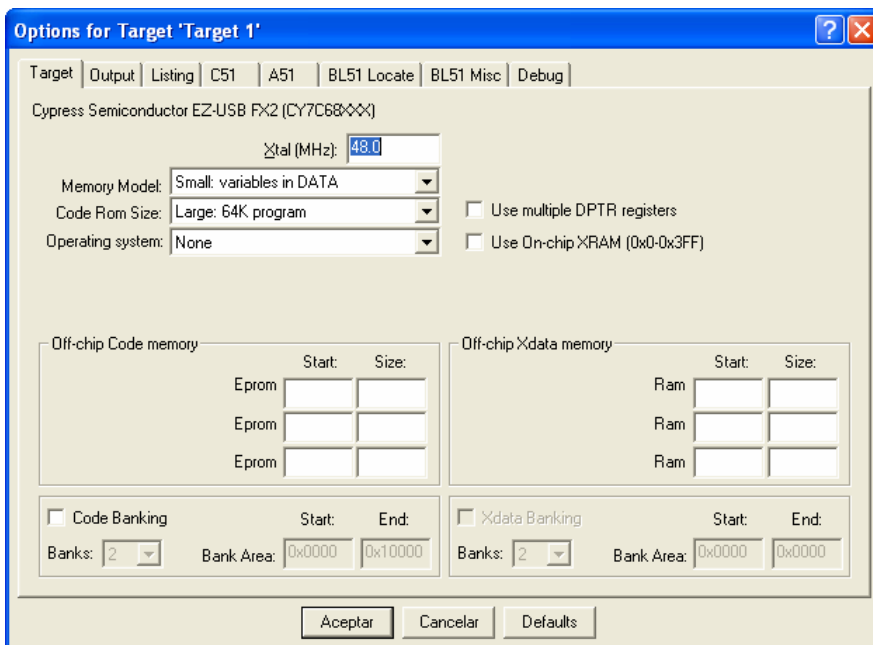

Figura 2.2
3.- En la opción: **Project/Options for Target 'Target 1'/Target** configurar la frecuencia del reloj (Figura 2.2) y, en la opción **Project/Options for Target 'Target 1'/Output** activar la orden de generar el fichero de salida **.hex**.